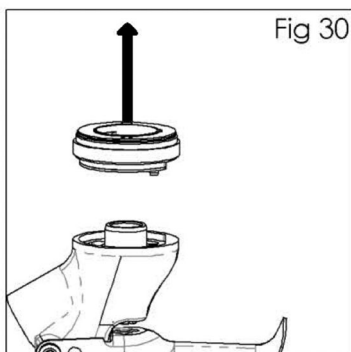

Fig 30
5. Retirez la tête de pulvérisation (9) et le joint (10) (Voir fig 30).